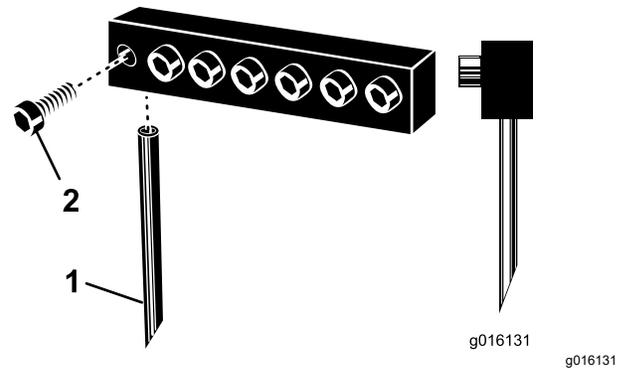

Figura 30
3. Allentate le caviglie e rimuovete le fustelle usate in precedenza (Figura 30).
**Nota:** Posizionate le fustelle di carotaggio cave con la scanalatura di espulsione verso la parte posteriore. Posizionate le fustelle piene con l'angolo della punta rivolto verso la macchina (Figura 30).